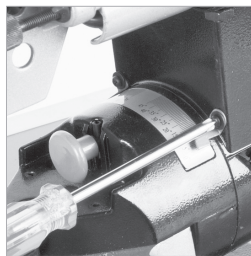

Fig. 15
- Desserrez la vis du pointeur de biseau avec un tournevis Philips N°2 (**Fig. 15**)